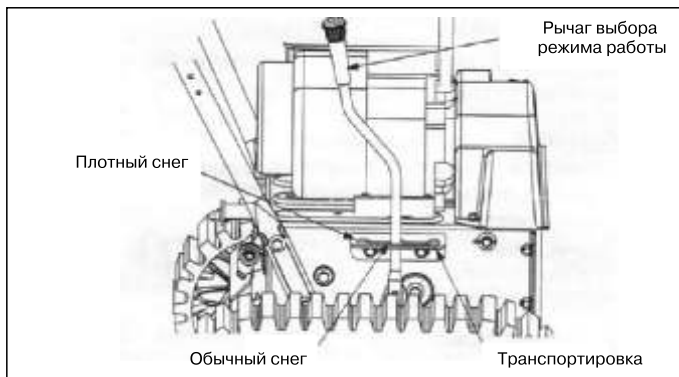

Рис.12
- Рычаг выбора режима работы гусениц (доступен для модели S7513-T) (См. рис.12). Рычаг выбора режима работы расположен на правой стороне снегоуборщика и используется для выбора положения корпуса шнека и метода работы гусениц. Пере-местите рычаг в одно из трех положений в зависимости от условий работы: